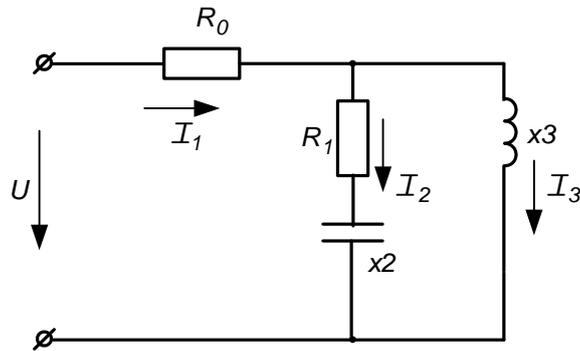

Рисунок 45
**Задача 56.** К зажимам цепи (рис. 45) подведено синусоидальное напряжение, действующее значение которого  $U=100$ В. Сопротивления  $R_1=2$ Ом,  $R_2=4$ Ом,  $x_2=10$ Ом,  $x_3=4$ Ом. Рассчитать токи ветвей, активную и реактивную мощности, построить векторную диаграмму.